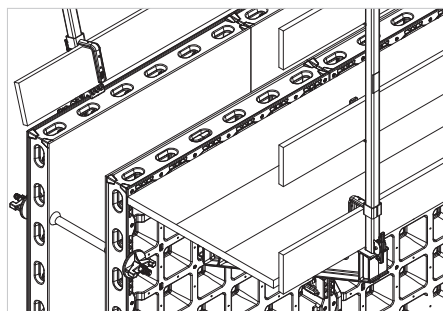

Fig. B4.03a
4. Placer des planches de platelage de 5 cm d'épaisseur par le dessous sur toute la largeur des consoles. Poser la première planche contre le panneau. (Fig. B4.03a)